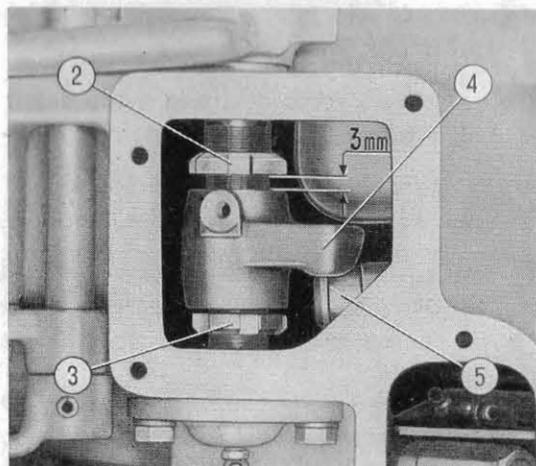

Fig. 23 A. - Giuoco di 3 mm fra la ghiera interna (2) e la leva di rinvio (4), con la camma della leva stessa a contatto del rullo (5).
- Smontare la pedana e il coperchio d'ispezione (vedere fig. 23).